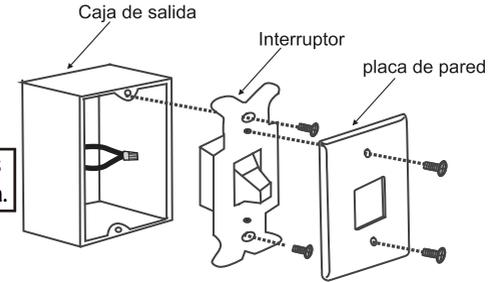

Fig. 18
**Paso 1.** Retire la placa de pared existente y el interruptor antiguo de la caja de salida de pared. Enrosque los cables NEGROS (calientes) y los empuje hacia atrás dentro de la caja de salida. (Fig. 18)